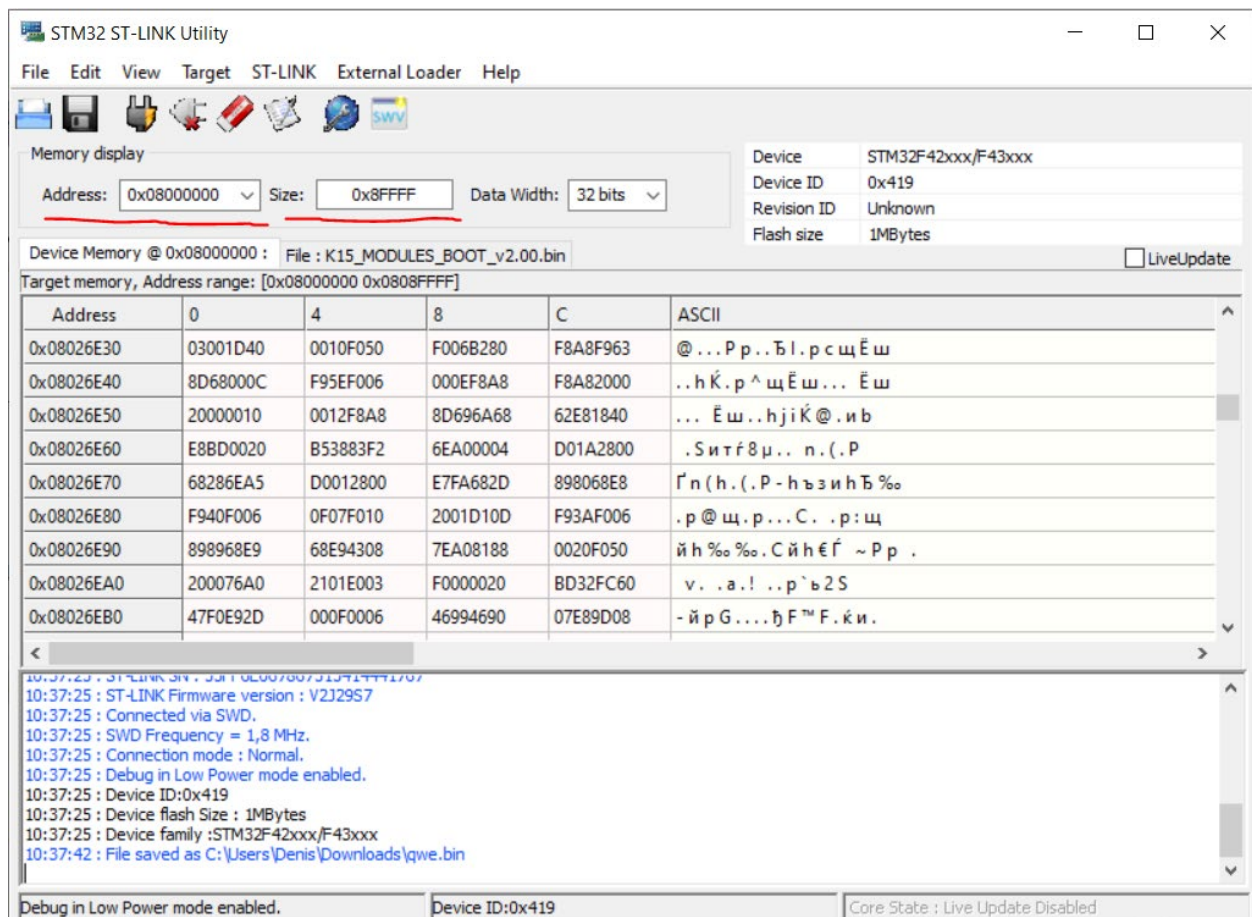

Рисунок 4 Указание адреса чтения и размера
1. Подключить программатор к контроллеру через соединительный кабель, который находится под верхней крышкой корпуса. Открыть ПО ST-Link utility и произвести подключение к контроллеру, установив стартовый адрес чтения 0x08000000 и размер чтения 0x8FFFF. (Target->Connect). (Рисунок 4)